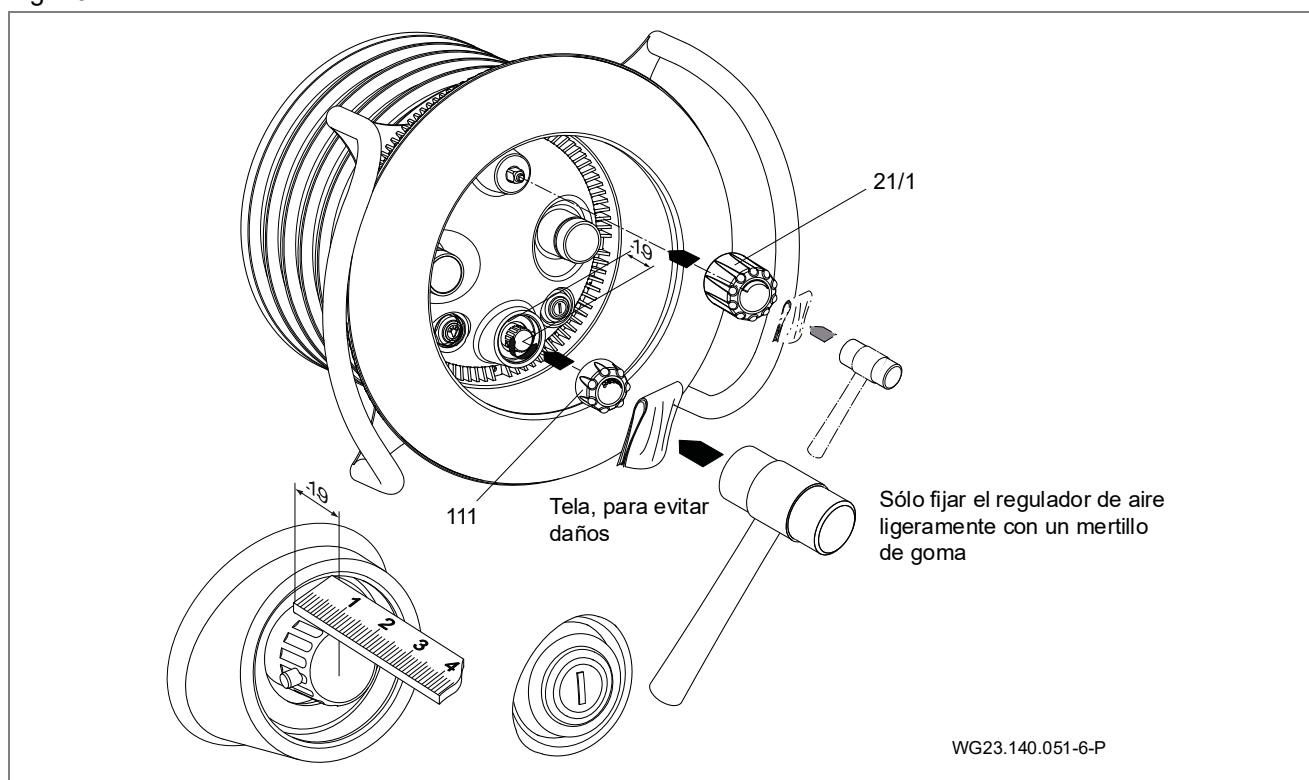

Fig. 21
11. Alinear la cubierta de luz (110) centrada en la caja de boquillas (102.1) y fijarla con cuatro tornillos con rosca cortante (112). (Fig. 21)